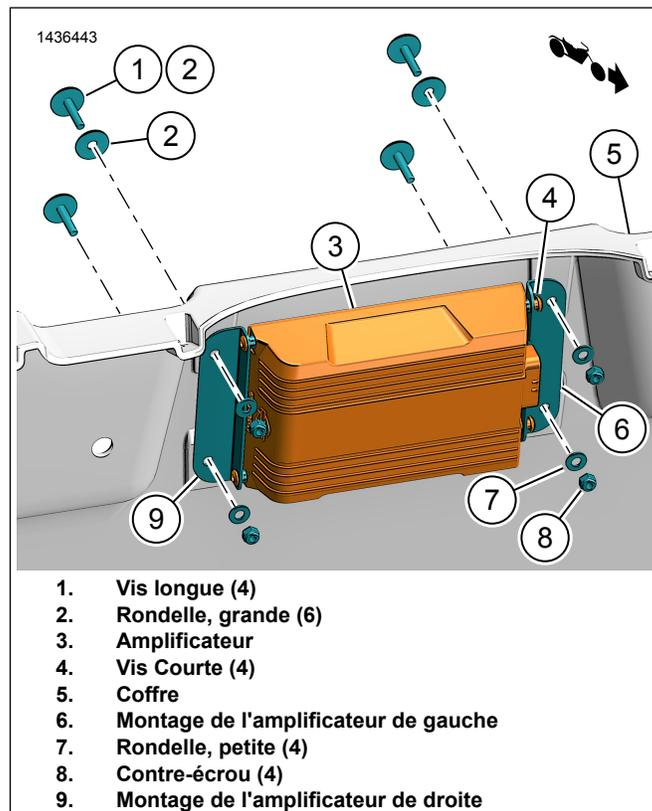

Figure 2. Supports de montage de l'amplificateur
1. Voir la Figure 2. Installez les supports de montage de l'amplificateur.
- a. Installez des supports (6, 9) à l'amplificateur (3).
- b. Installer les vis (4). Serrer.
Voir la Figure 2. Installez l'amplificateur avec les supports.